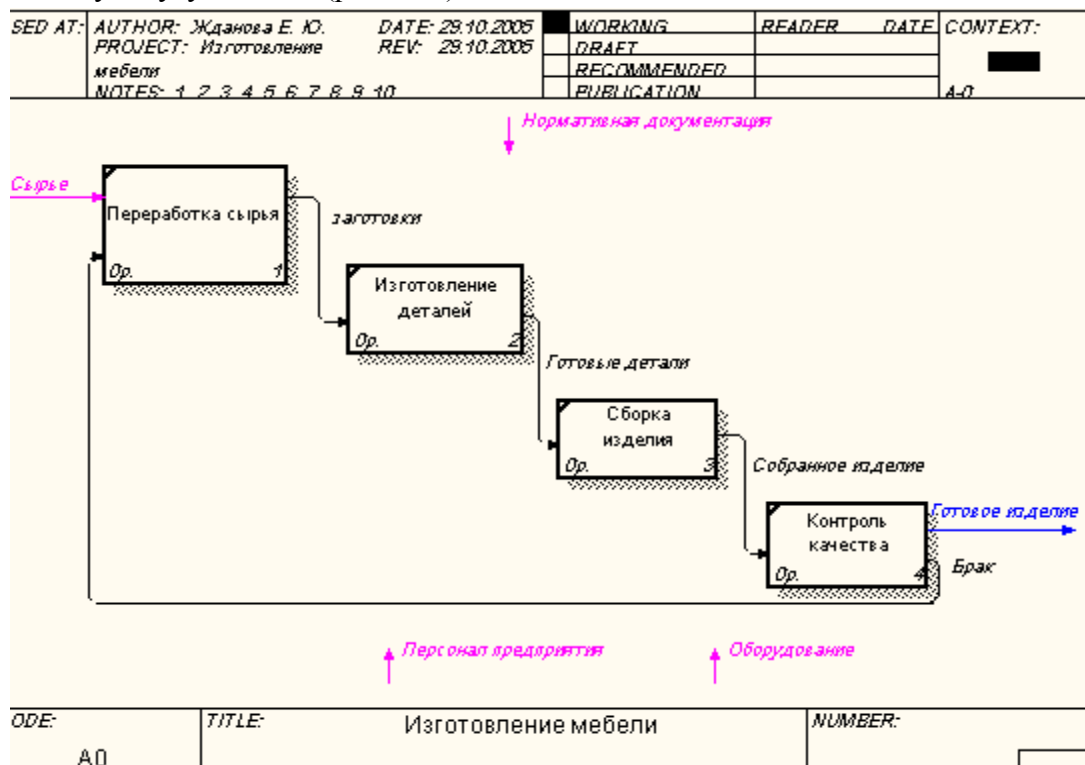

Рис. 2.4. Процесс декомпозиции
- Назовите новую дугу – БРАК (рис. 2.4.).